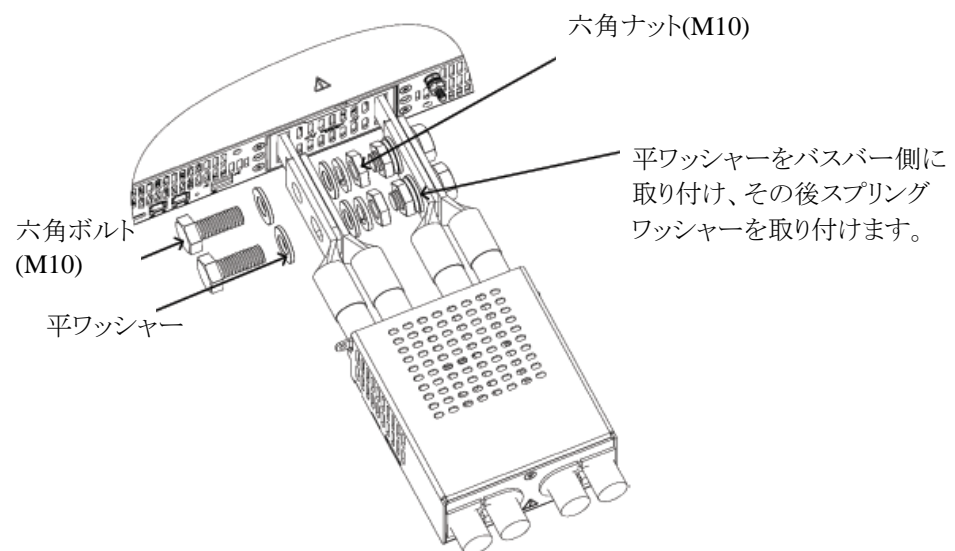

図4-36 負荷線の接続方法
3. 図4-36に示すように負荷線をバスバーに固定し、出力端子カバーを組み立てます。